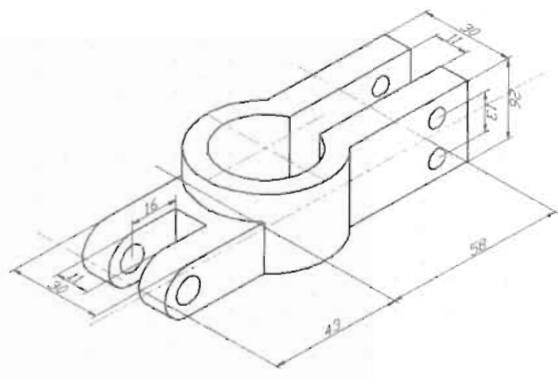

图 11-85
(3) 继续执行“标注>对齐”菜单命令和“标注>倾斜”菜单命令标注出其他部分的尺寸, 如图 11-85 所示。